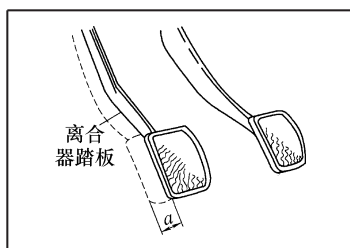

图 2-37 离合器间隙自由行程
3) 再适当按下踏板，直到感觉阻力明显增加（即离合器分离轴承与膜片弹簧接触时），测量此时踏板中部沿切线方向与地板的距离。两次测量之间的差值即是离合器踏板自由行程，如图 2-37 所示。